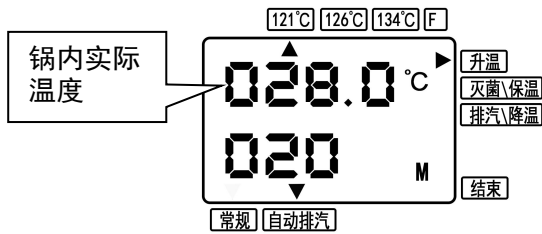

图 15
- (1) 闭合上盖，将门开关手柄完全扳至  位置，按下“启动”键，灭菌周期启动，开始加热，控制面板显示灭菌室内温度和灭菌时间（图 15），状态处于“升温”状态。